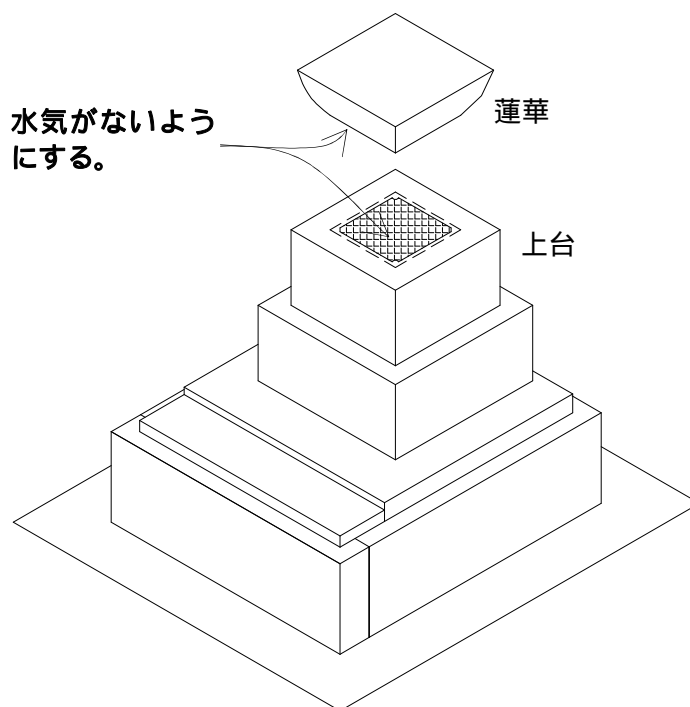

図 10
- 手順 2. 両方の接合面に水気がある場合には、ガスバーナー等により完全に乾かします。（図 10 参照）